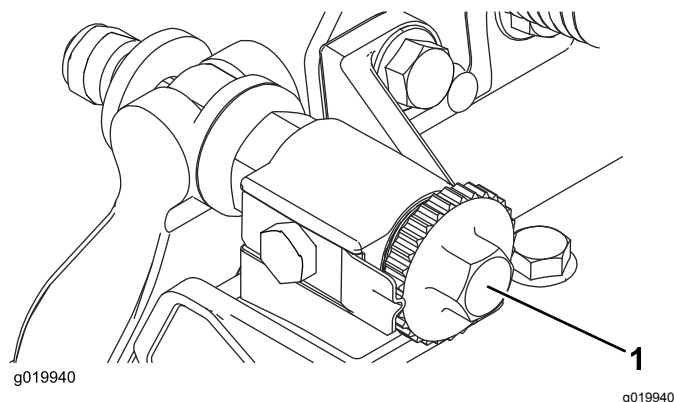

Figure 17
1. Placez l'unité de coupe sur une surface de travail plane et horizontale. Tournez les vis de réglage de la barre d'appui dans le sens antihoraire pour vérifier qu'elle ne touche pas le cylindre (Figure 17).